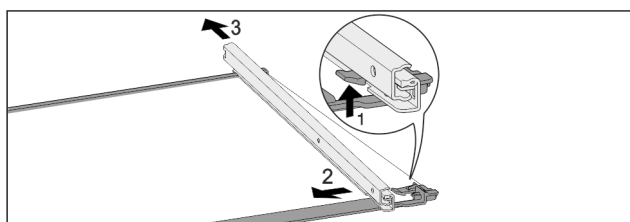

Fig. 84 Стъклена плоча с релси
- ▶ Натиснете нагоре предните фиксиращи палци. Fig. 84 (1)
- ▶ Плъзнете изтеглящата релса настрани Fig. 84 (2) и назад Fig. 84 (3).